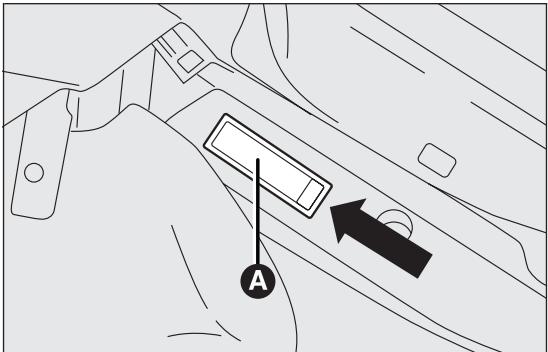

Abb. 122
- Mit dem mitgelieferten Schraubenzieher die Deckenleuchte A Abb. 122 herausziehen und auf den angegebenen Punkt Druck ausüben;